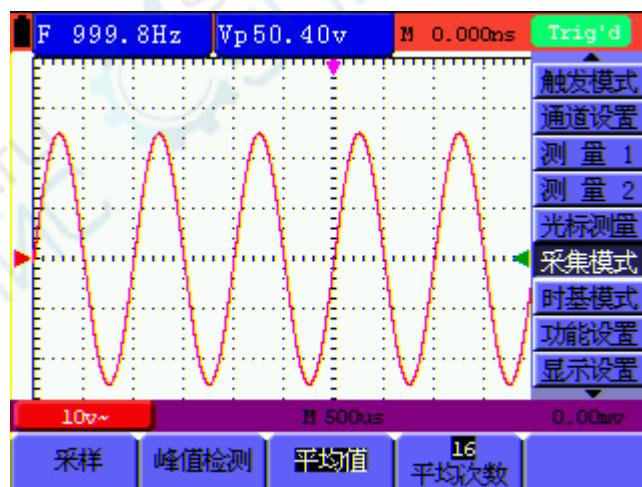

图 12：平均值采样方式
3. 按 F3 键，选择 平均值，再按 F4 键，选择 平均次数 16。这时会平均 16 次测量结果显示。见图 12：